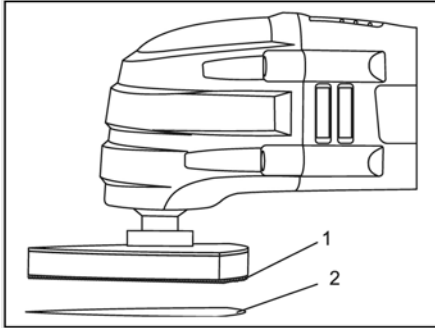

Рис.3
- Установите шлифовальную пластину (1, Рис.3) на инструмент.
- Прикрепите к пластине шлифовальный лист (2, Рис.3). Шлифовальный лист крепится к шлифовальной плите при помощи самосцепляющейся поверхности (липучки).